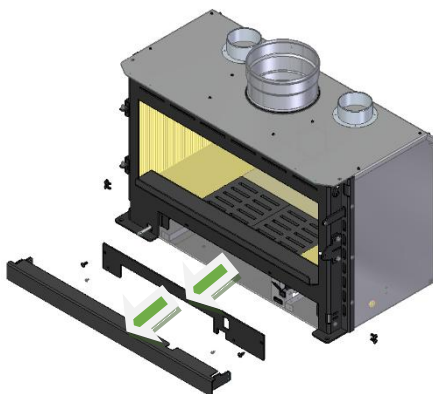

Figura 42 - Desmontaje de la tapa inferior y de la cubierta inferior
a. Retire la tapa inferior aflojando los tornillos laterales y, a continuación, retire la tapa frontal inferior aflojando también los tornillos, véase la Figura 42.